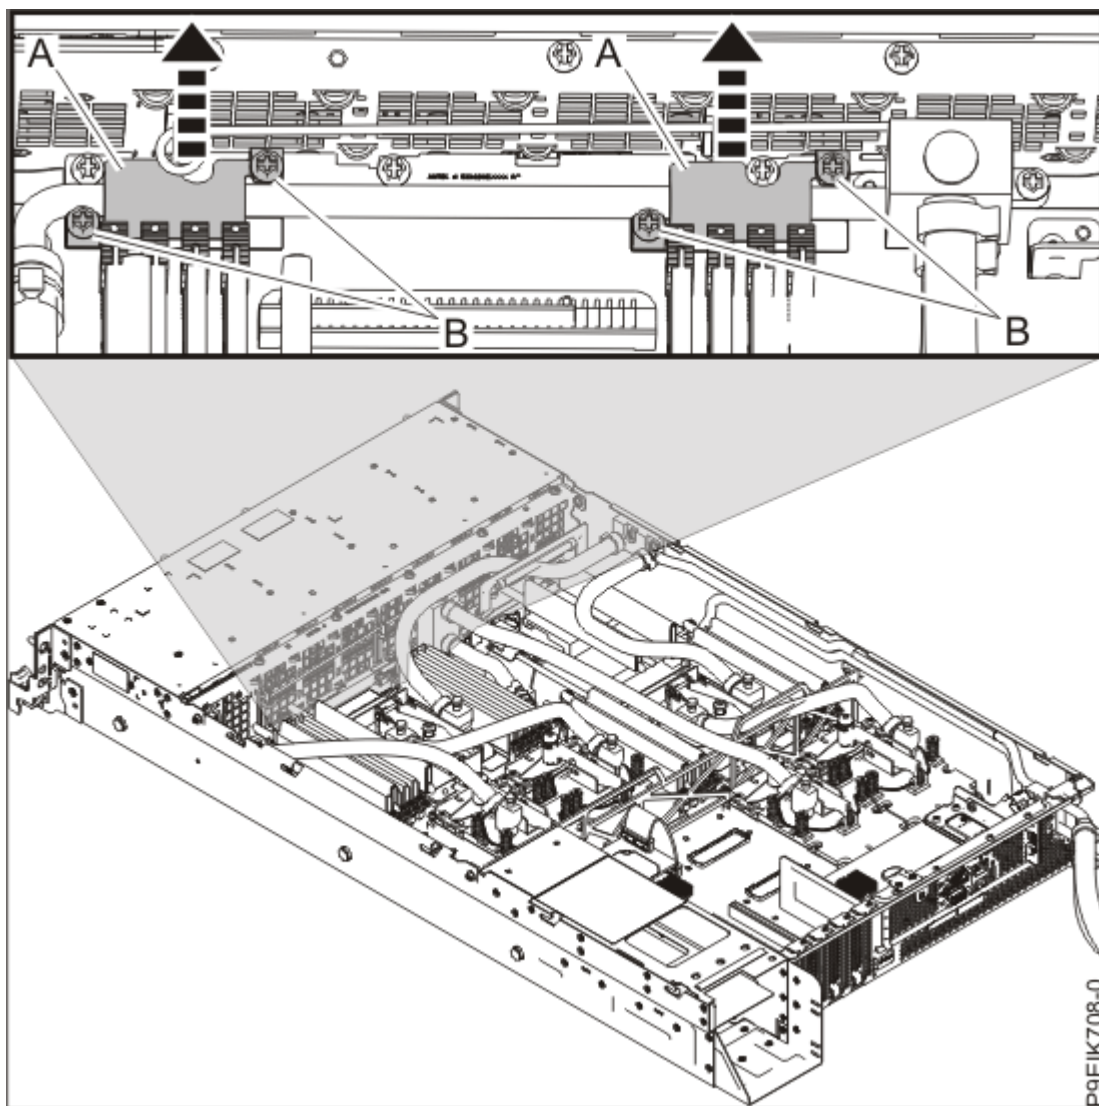

Figure 9. Retrait des pinces de conduite
6. Retirez les deux pinces de conduite **(A)** situées près de l'avant du système, comme illustré dans la Figure 9, à la page 13. Desserre les quatre vis **(B)** et soulevez les pinces pour les extraire des conduites.